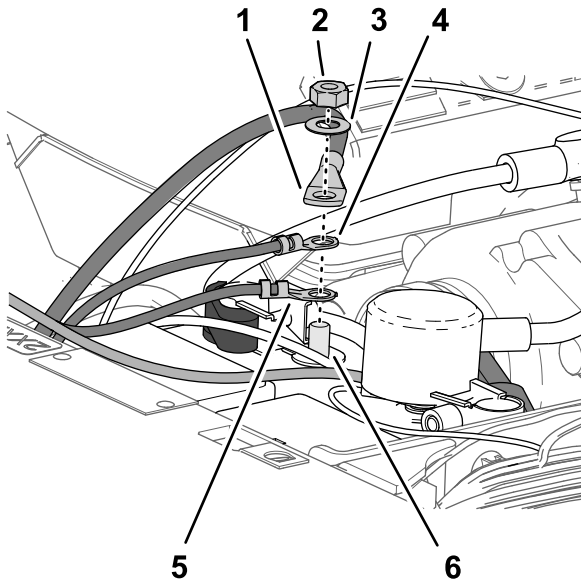

Figura 214
5. Montate i seguenti terminali di fili e cavi sul polo filettato del terminale negativo della batteria (**Figura 214**) nell'ordine seguente: